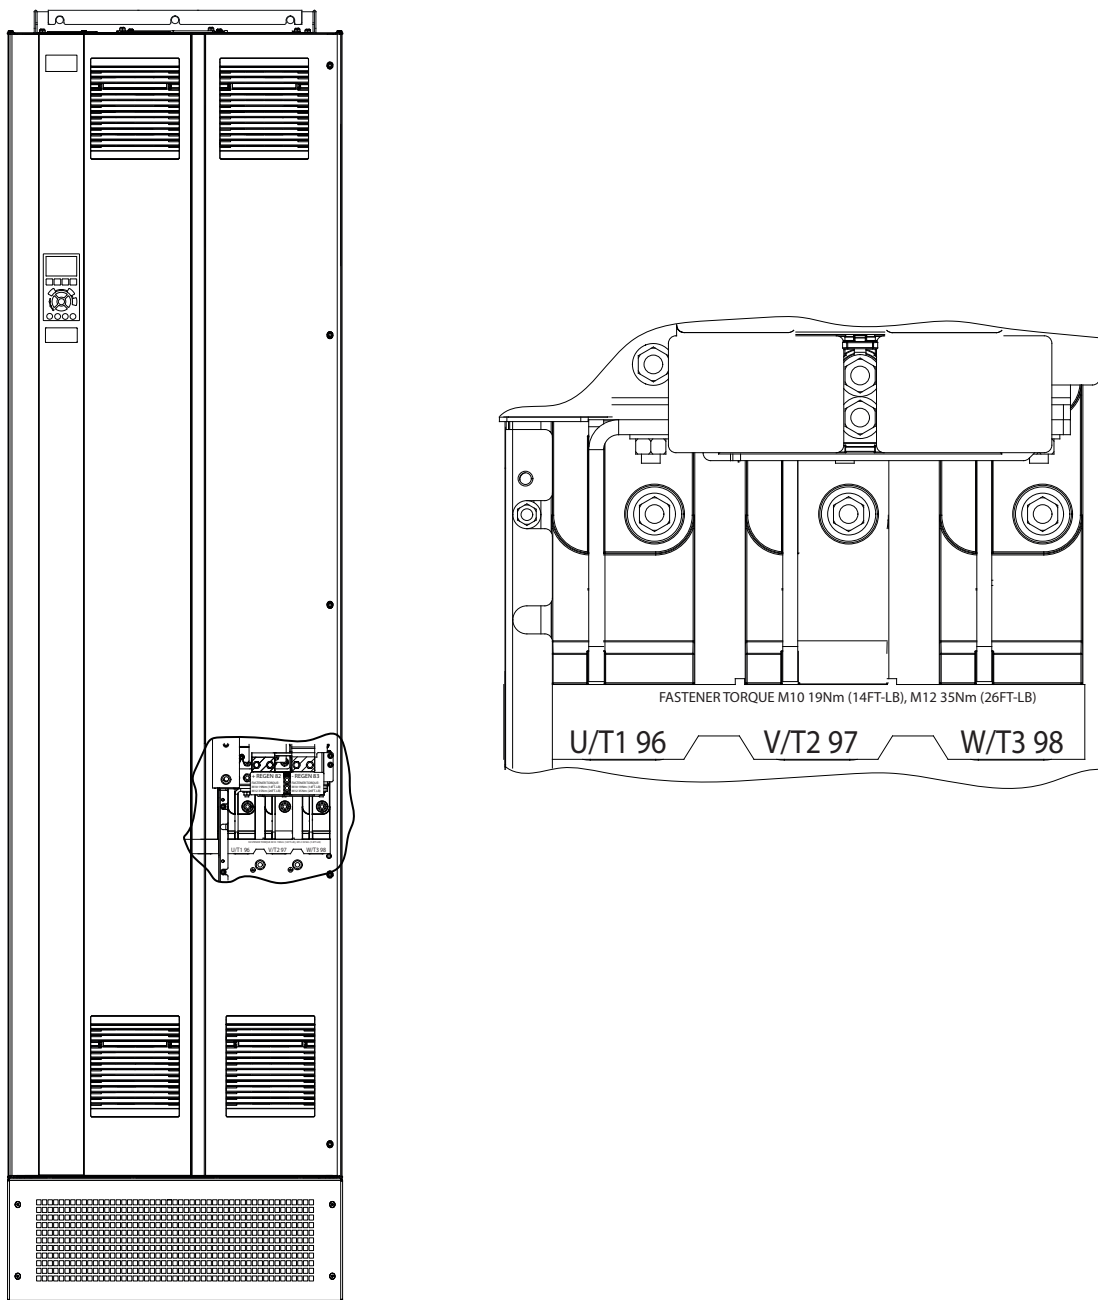

Bild 5.3 Växelström, motorplintar (E1h visas). En detaljerad vy över plintarna finns i *kapitel 5.7 Plintmått*.
4. Anslut trefasmotorkablarna till plint 96 (U), 97 (V) och 98 (W), se *Bild 5.3*.